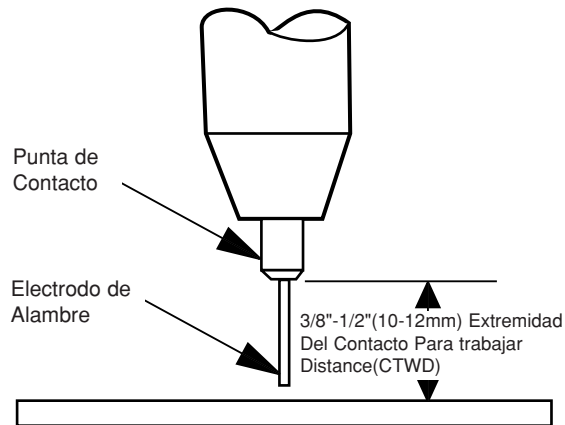

Figura B.6
13. Corte el alambre 10 – 12 mm (3/8" – 1/2") en el extremo de la punta. Al finalizar estos pasos, la WELD-PAK 175HD deberá estar lista para soldar. la Figura B.6.